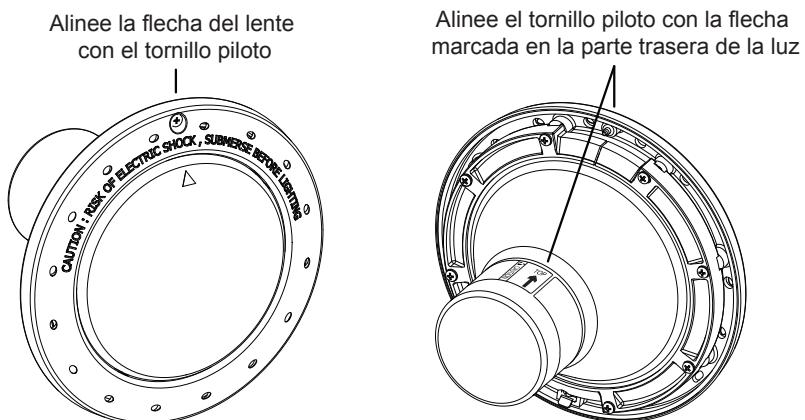

Figura 2. Alineación del lente, el aro frontal, el compartimento y las abrazaderas de las luces blancas para piscinas
- Coloque el lente y la empaquetadura sobre el conjunto de la luz. Coloque el aro frontal y la abrazadera superior sobre el lente, y alinee el tornillo piloto con la marca de la flecha pequeña en la cara del lente. Tenga en cuenta que la marca de la flecha pequeña sobre la cara del lente y el tornillo piloto del aro frontal deben estar alineados con la flecha ubicada en la etiqueta de la luz que dice, “Arrow on this label must line up with the pilot screw on the Face Ring” (la flecha en esta etiqueta debe estar alineada con el tornillo piloto del aro frontal). Véase Figura 2.
- Posicione la abrazadera inferior sobre el cable de electricidad y deslícela hacia la parte trasera de la luz y hacia la abrazadera superior. Véase Figura 2.
- Ajuste los ocho (8) tornillos Phillips para luces de piscina o los seis (6) tornillos Phillips para luces de spa haciendo la instalación en forma de cruz y alternando. Apriete los tornillos aproximadamente a 20 pulgadas libras. No apriete demasiado.
- Enrolle cuatro (4) pies de cable alrededor de la luz y coloque el conjunto en el nicho.